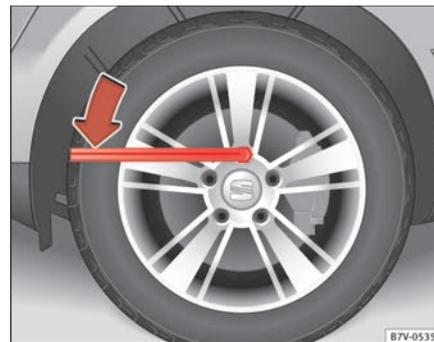

Abb. 190 Radwechsel: Radschrauben lockern.
- Radschlüssel bis zum Anschlag auf die Radschraube schieben ⇒ **Abb. 190**.